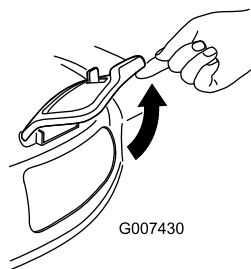

Рисунок 36
2. Поднимите боковую выпускную дверцу, чтобы открыть ее (Рисунок 36).